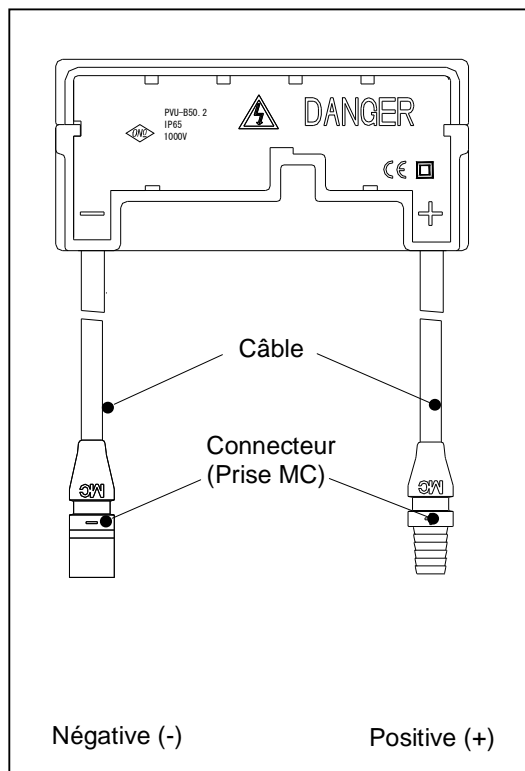

Figure 3: Configuration de la boîte de connexion
- Une borne est dédiée à chaque polarité (avec les symboles de polarité gravés sur le corps de la boîte de connexion) (voir la Figure 3).